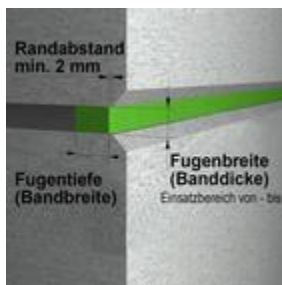

Bild 4: Einsatzbereich
- Nach Ermittlung der Bauteiltiefe und Fugenbreite (Bild 4) die Banddimension entsprechend der Tabelle wählen.